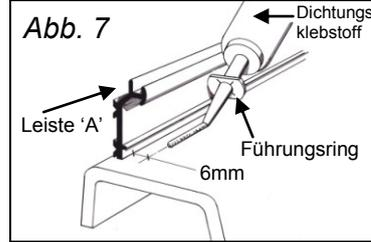

Abb. 7
- Markieren Sie mit einem Bleistift zwei unterschiedliche Stellen jeweils in einem Abstand von 6 mm von der Vorderseite der hellgrauen Leiste 'A' auf dem Bade-/Duschwannenrand und ziehen mit Hilfe einer langen geraden Latte eine durchgezogene Linie. Dann positionieren Sie die Silikonpistole so wie in **Abb. 7**, dass der Führungsring der Düse an der Leiste 'A' (hellgrau) berührend entlang läuft, und tragen Sie einen **ununterbrochenen** 4 mm breiten Streifen des Dichtungsklebstoffes mitten auf die vorgezogene Linie des Wannensandes auf. Bitte achten Sie darauf, dass Sie nicht übermäßig viel Klebstoff auftragen, welcher später auf der vorderen unteren Seite der Leiste 'B' Probleme verursachen könnte.
10. Markieren Sie mit einem Bleistift zwei unterschiedliche Stellen jeweils in einem Abstand von 6 mm von der Vorderseite der hellgrauen Leiste 'A' auf dem Bade-/Duschwannenrand und ziehen mit Hilfe einer langen geraden Latte eine durchgezogene Linie. Dann positionieren Sie die Silikonpistole so wie in **Abb. 7**, dass der Führungsring der Düse an der Leiste 'A' (hellgrau) berührend entlang läuft, und tragen Sie einen **ununterbrochenen** 4 mm breiten Streifen des Dichtungsklebstoffes mitten auf die vorgezogene Linie des Wannensandes auf. Bitte achten Sie darauf, dass Sie nicht übermäßig viel Klebstoff auftragen, welcher sonst später auf der vorderen unteren Seite der Leiste 'B' Probleme verursachen könnte.